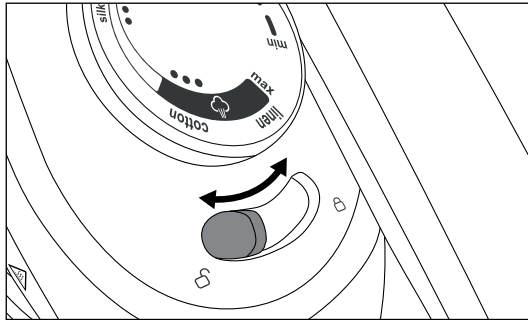

Fig. 14
- ◆ Skub låsekontakten **4** på strygejernet i retning af det lukkede låsesymbol  før transport af produktet (se fig. 14). Strygejernet er låst fast til frastillingsfladen **6** og kan ikke falde ned.
- ◆ Skub låsekontakten **4** i retning af det åbne låsesymbol  for at åbne låsen (se fig. 14).